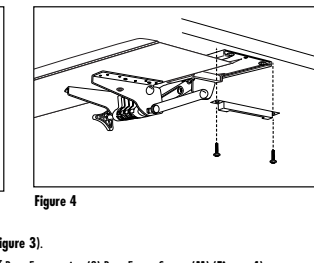

Figure 4
8. Swing Arm Assembly to the side and mount Bracket (T) to front of Base Frame using (2) Base Frame Screws (M) (Figure 4).
9. The Wrist Rest (E) can be mounted at the front of the platform by removing the backing from the bottom and pressing it firmly into position.
8. Prenez l'ensemble sur son côté et mettez la fixation (I) à l'avant du châssis à l'aide de (2) vis de châssis (M) (Figure 4).
9. Le ressort-poignet en gel (E) peut être monté sur le bord avant de la plate-forme en enlevant le papier de protection du ressort-poignet et en pressant celui-ci fermement.